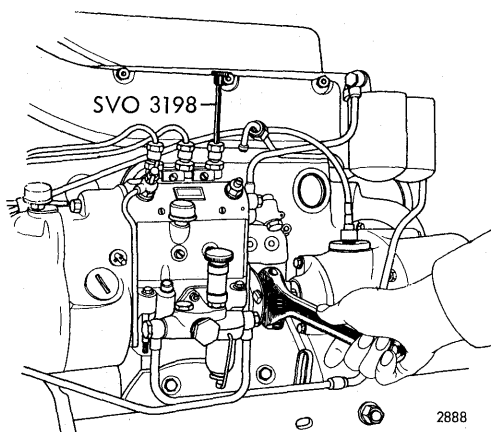

Fig. 19. Indstilling med prøverør SVO 3198.
5. Monter prøverøret SVO 3198 (fig. 19) på cylinder nr. 1's pumpeelement.
7. Drej medbringeren frem og tilbage indtil luftfrit brændstof strømmer ud af prøverøret (fig. 19). Når dette punkt er nået, drejes medbringeren så langt tilbage som muligt, og prøverørets plane topflade aftørres.